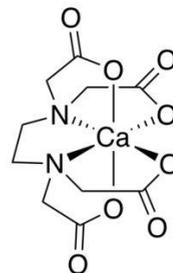

Рис. 9.5. Комплекс ЭДТА с ионом кальция
3) Комплексоны – вещества, окружающие ионы кальция и магния и не дающие им взаимодействовать с мылом, гидрокарбонатом и т.п. Это различные полифосфаты, ЭДТА (этилендиаминтетраацетат) и др. (рис. 9.5). Они применяются только для умягчения технической воды (не питьевой!), т. к. остаются в растворе.